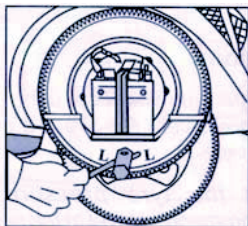

Fig. 36
- 2.1.2 La ruota è fissata con tre dadi. Svitare i dadi con la chiave a tubo del kit utensili, rimuovere le tre rondelle elastiche ed estrarre la ruota (Fig.36).